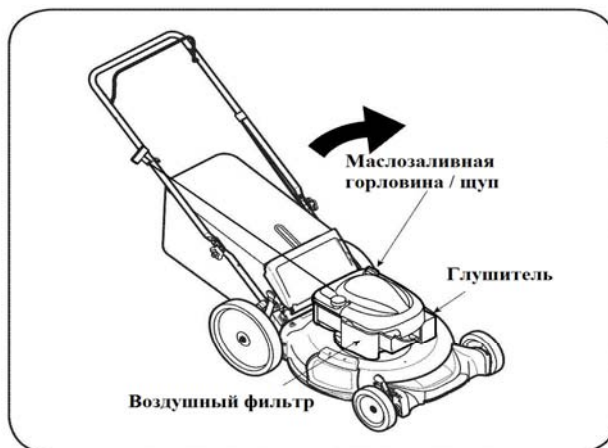

РИС. 17
3. Выкрутите крышку маслоналивной горловины с щупом и слейте масло в контейнер, наклонив двигатель в сторону маслоналивной горловины (см. Рис. 17).
2. Поверните газонокосилку и поставьте ее на корпус стороной с глушителем вниз (см. Рис. 17). Удерживайте газонокосилку в данном положении.